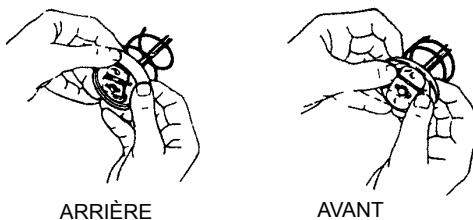

Figure 2
1. Vérifier visuellement la direction du piston avant de charger la nouvelle cartouche. La lèvre d'étanchéité du piston doit être directement vers la poignée du piston ou l'arrière pour charger la cartouche, figure 2. 2. Pour changer la direction du piston, dévisser le capuchon du tube, du tube de graisse et tirer sur la poignée pour enlever le piston du tube. Basculer le joint d'étanchéité et remonter.